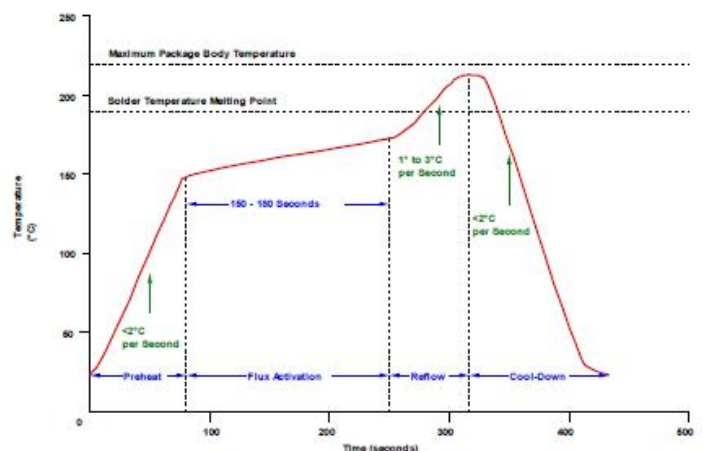

Figure 11: Recommended Reflow Profile – non RoHS
- (1) 溶剤ディスペンサーを使い、基板の中央に少量の溶剤（水溶液）を置き、基板の上に平らに塗布してください。
- (2) 基板の反対側の角に TAC 溶剤を塗ってください。
- (3) 基板のパターンの向きと SM アダプタのピン 1 の位置を確認してください。溶剤とパターン（基板のパターンに出来るだけ近づけて整列させる）上へアダプタを（はんだボール側を下にして）置いてください。バキュームペンや、実装機を用いても載せることは出来ますが、SM アダプタは手で扱うほど長持ちします。
- (4) アダプタのはんだボールと基板のパッド間の表面張力により整列させることが出来ます。
- (5) リフロー (Figure 11) :